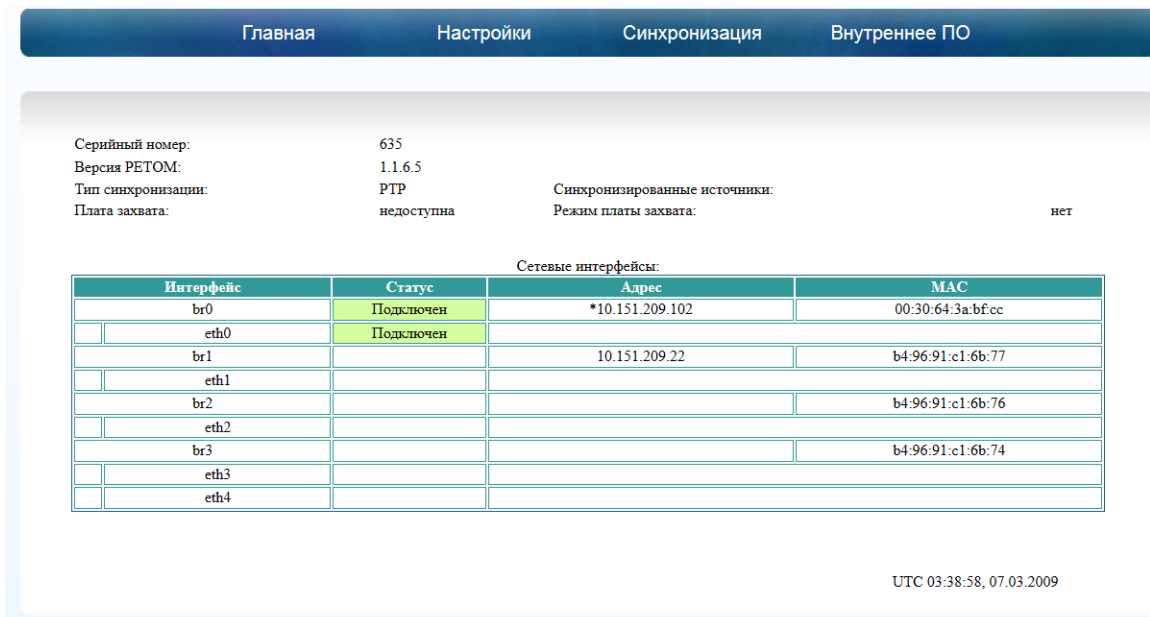
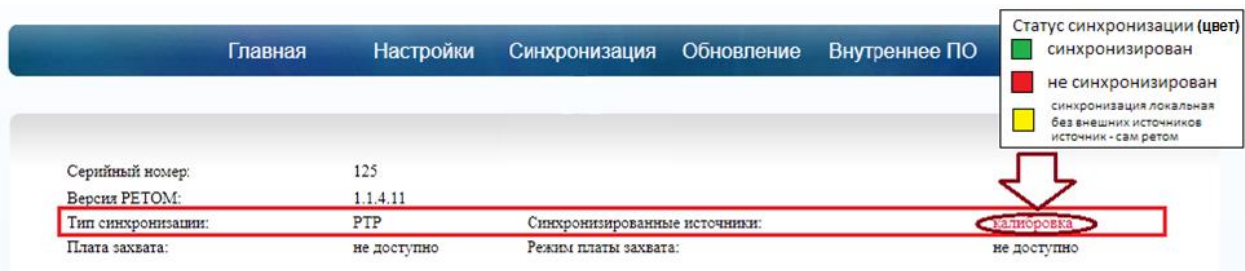

Рис. 77. Главное окно настроек
Рис. 78. Состояние синхронизации в главном окне настроек
36) На вкладке главная (рис. 77) в результате будут отображены введенные настройки по мостам, тип синхронизации и наличие источников синхронизации. Расшифровка статуса синхронизации (синхронизированные источники) по цвету (рис. 78):